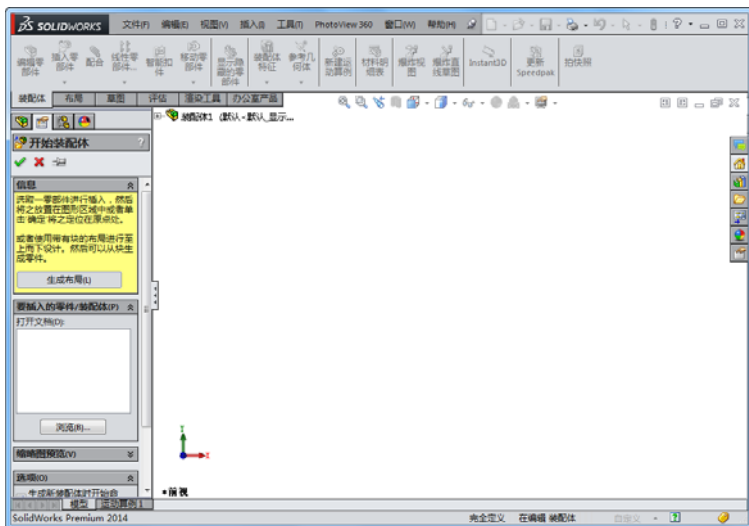

图 7-2 装配体文件操作界面
2. 选择文件类型。在对话框中选择“装配体”图标,然后单击“确定”按钮,创建一个装配体文件。装配体文件的操作界面如图 7-2 所示。